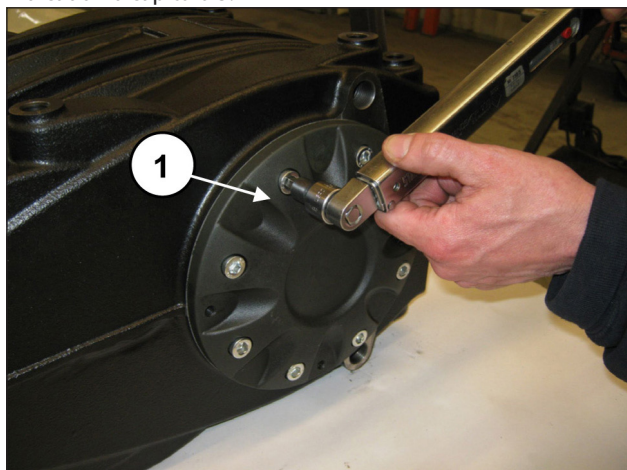

Fig. 60
Aperte os oito parafusos M10x30 (pos. ①, Fig. 60).